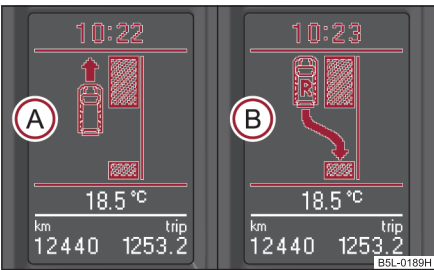

Fig. 152 Pantalla informativa: la plaza de aparcamiento reconocida con un aviso a seguir avanzando (A) y para acoplar la marcha atrás (B)
- Cuando el asistente de aparcamiento ha reconocido una plaza de aparcamiento adecuada, esta se reproduce en la pantalla informativa* ⇒ página 135, fig. 152 (A).
- Avance hasta que se reproduzca el aviso ⇒ página 135, fig. 152 (B).